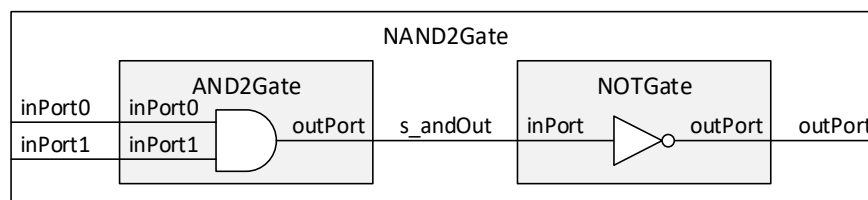
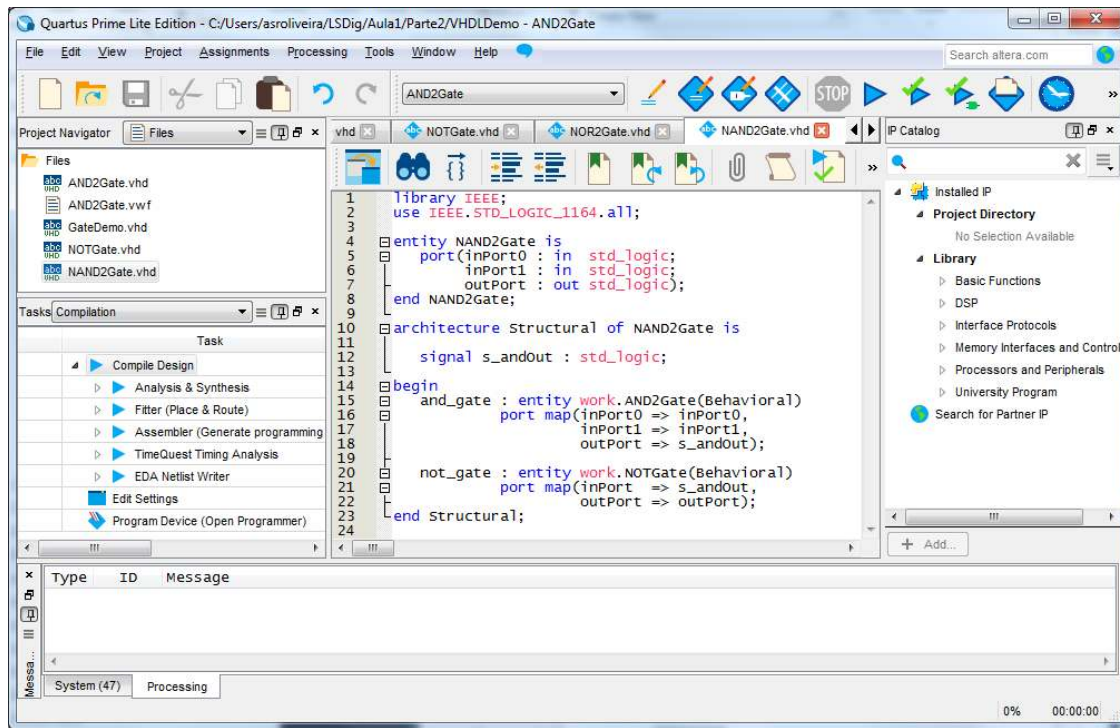

Figura 46 – Estrutura da porta lógica NAND de 2 entradas com indicação das ligações dos portos de entrada e de saída.
Figura 47 – Código fonte da porta lógica NAND de 2 entradas (“NAND2Gate.vhd”).
18. Crie um novo ficheiro VHDL, contendo o código correspondente a uma porta lógica NAND de 2 entradas, construída a partir das duas portas lógicas (AND e inversor) implementadas nos pontos anteriores, instanciadas e interligadas de acordo com a estrutura ilustrada na Figura 46 e o código da Figura 47.